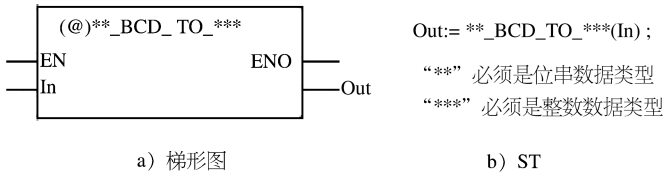

图 4-56 **_BCD_TO_*** 指令的梯形图及 ST
(1) 指令的梯形图及 ST
**_BCD_TO_指令的梯形图及 ST 如图 4-56 所示。